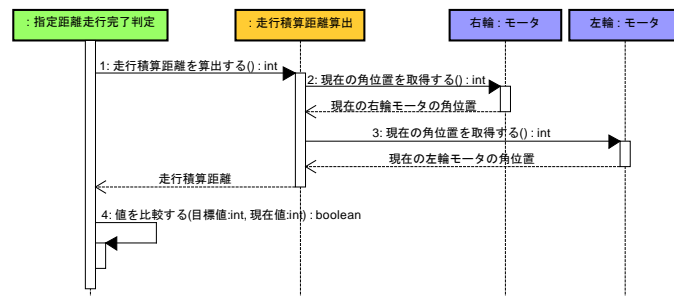

図3.6.1 指定距離走行完了判定の振る舞い
各Phaseで実行されている動作の終了条件判定の振る舞いを示す(図3.6.1～図3.6.3)。ただし、紙面の都合により、アーム回転完了判定のみPhase①「板を上る」の振る舞いに直接示している。